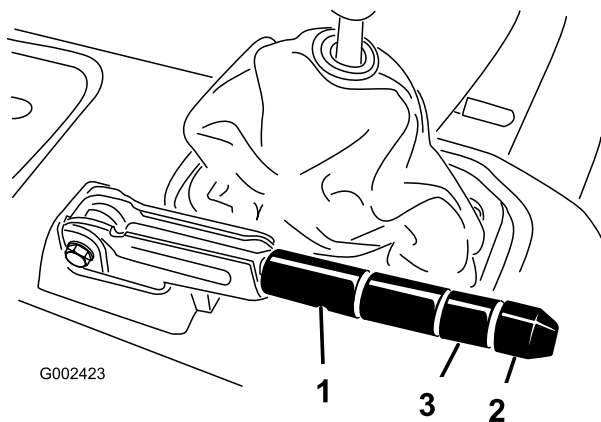

Figura 67
2. Allentate la vite a pressione che fissa la manopola alla leva del freno di stazionamento (Figura 67).